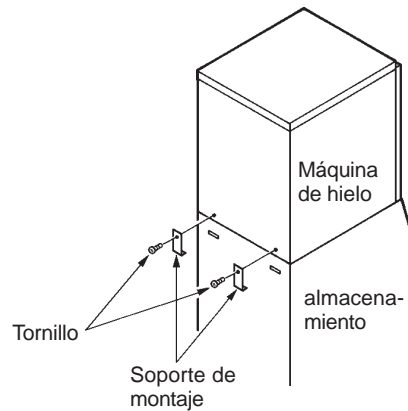

Fig. 4
- 4) Fije la máquina de hielo a la cuba de almacenamiento mediante los dos soportes de montaje y los dos pernos que se suministran. Véase la Fig. 4.